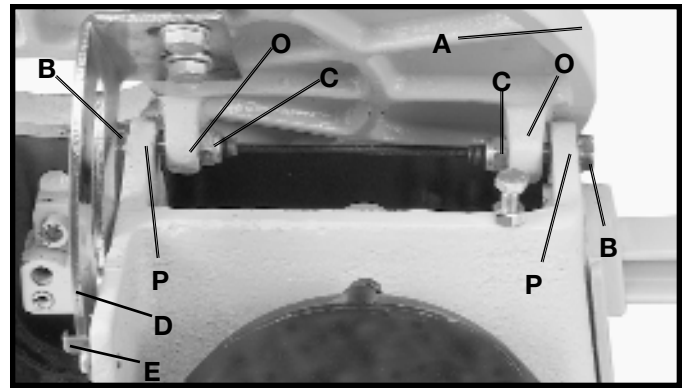

Fig. 7
5. Positionner la table (A) fig. 7, sur la machine tel qu'illustré.
Aligner les deux trous des tourillons de la table (O) avec les deux trous de la base (P) de la machine. REMARQUE : AVANT DE SERRER LES VIS SPÉCIALES M6x1x45mm (B) ET LES CONTRE-ÉCROUS M6 (C) fig. 7, S'ASSURER QUE L'ÉCHELLE D'INCLINAISON (D), SOIT PLACÉE À L'INTÉRIEUR DU POINTEUR (E) TEL QU'ILLUSTRÉ. NE PAS SERRER COMPLÈTEMENT LES VIS SPÉCIALES M6x1x45mm (B) ET LES CONTRE-ÉCROUS M6 (C). LA TABLE DOIT POUVOIR S'INCLINER LIBREMENT. Fixer la table (A), à la base (P), avec les deux vis spéciales M6x1x45 mm (B), et les contre-écrous M6 (C) tel qu'illustré.